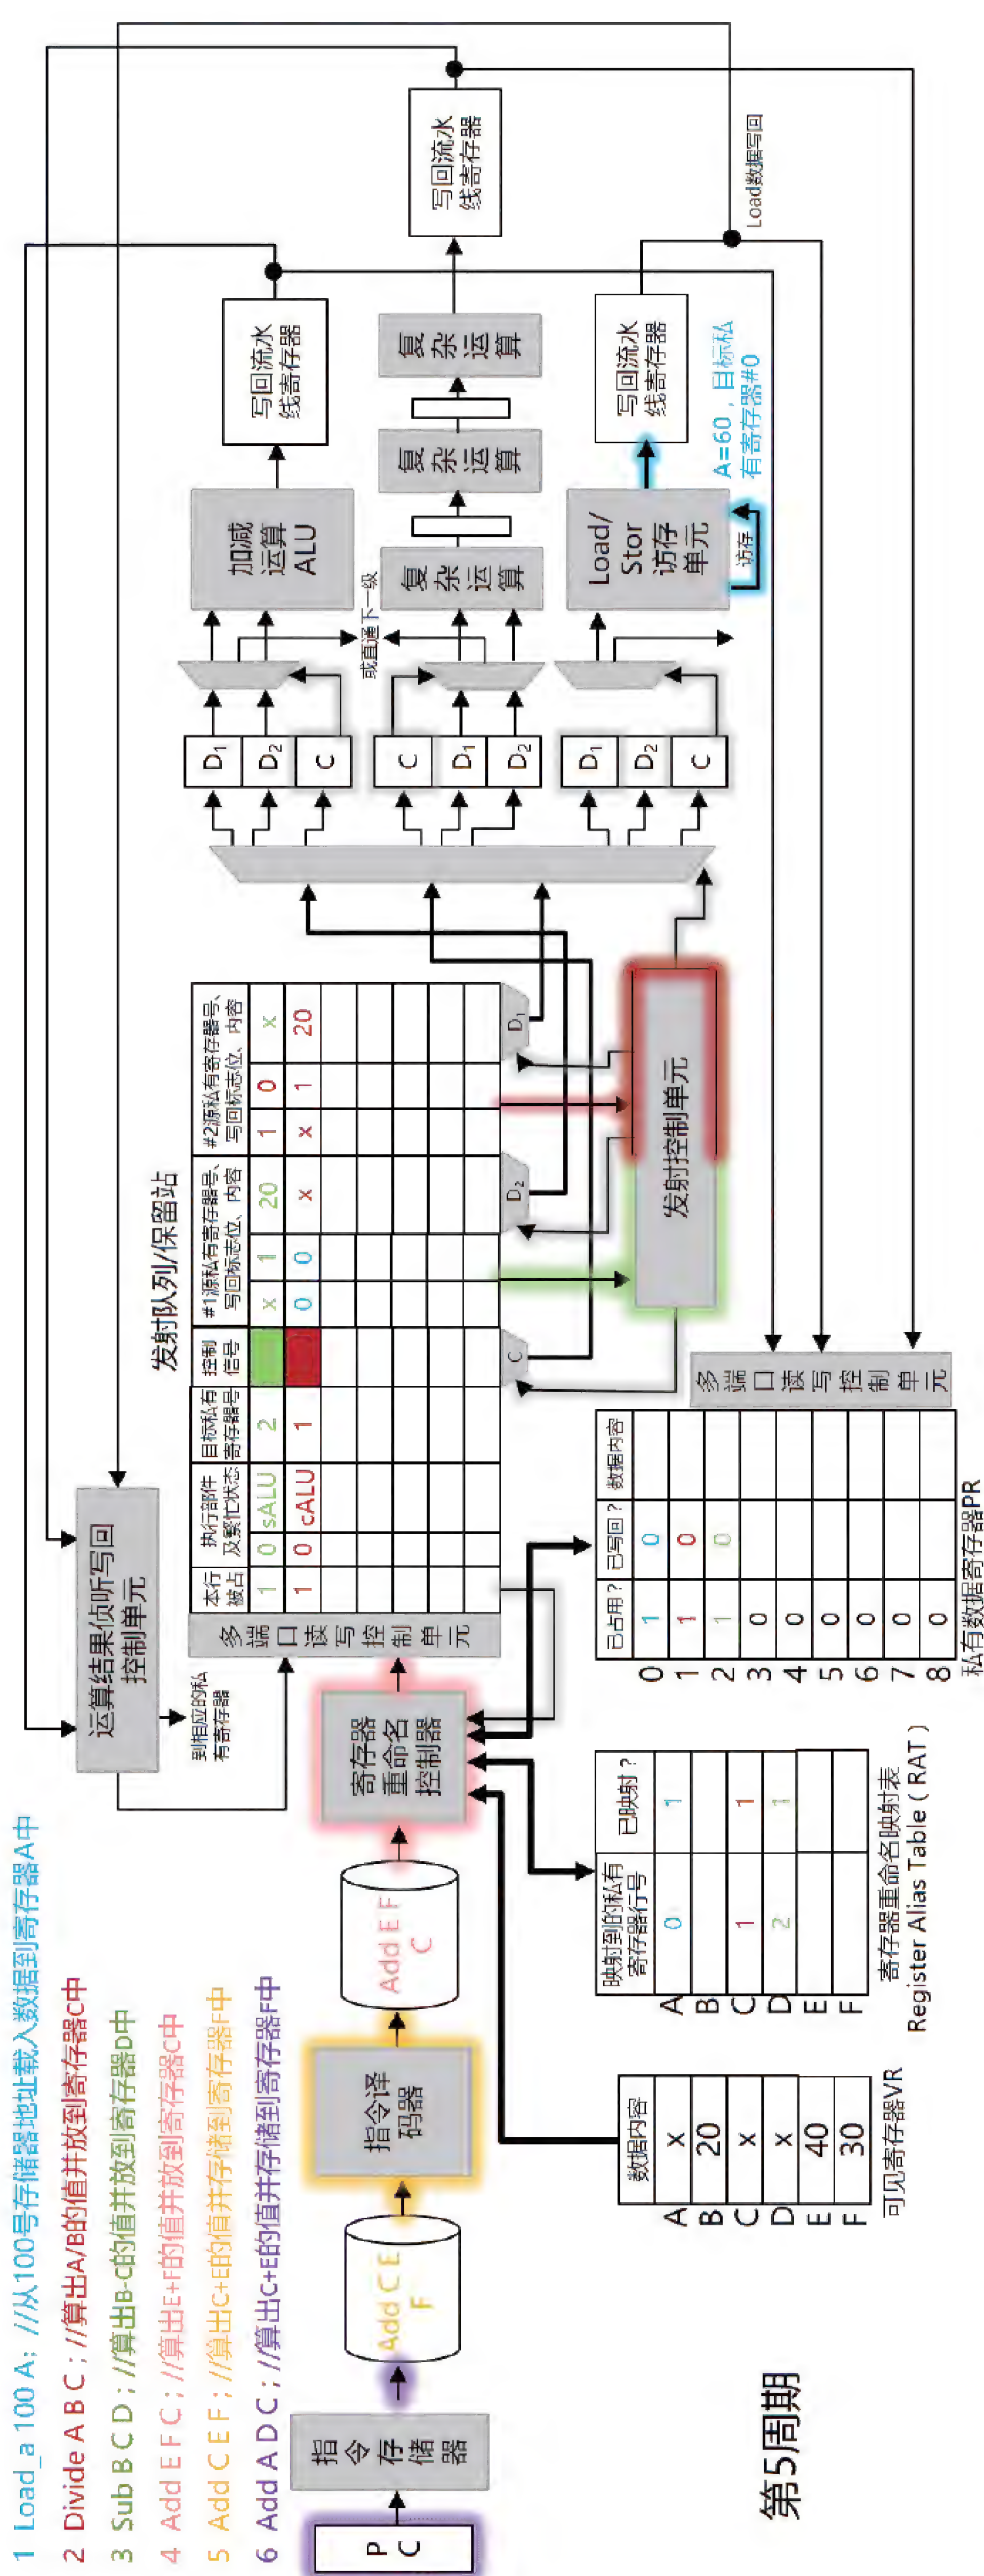

图4-53 第5周期执行过程
**第5周期：**如图4-53所示。在本周期的边沿，紫色指令被取指，黄色指令被译码，粉色指令被寄存器重命名并读操作数，可以发现，寄存器E和F属于源操作数，不需要被重命名，之前也没有任何其他指令将E或者F重命名到其他寄存器，所以E和F寄存器会被视为“已写回”状态，也就是数据已经准备好。同时，粉色指令使用了寄存器C当作目标寄存器，与棕色指令发生了WAW伪相关，与绿色指令发生了WAR伪相关，所以寄存器重命名单元一看之前有人重命名过C，而且结果尚未写回，现在又有人要用C来作为目标存储位置，所以判断其属于WAW伪相关，从而再次将可见寄存器C映射到私有寄存器#1。而C之前的映射位置#1依然有效，只不过仅仅变为了棕色指令结果的暂存地，从现在开始，后续指令看到的寄存器C实际上是私有寄存器#3了。请注意，上述对粉色指令的重命名结果会体现在下一个周期的寄存器内。在这个周期内绿色与棕色指令同时接受调度，但是由于它们俩的操作数都没有完全准备好，绿色指令与棕色指令在寄存器C上发生了RAW数据真相关，所以调度员依然无事可做，所有执行单元全部闲置，但是没有办法。同时，在本周期内，与慢速的访存路径打交道的LSU成功地将蓝色指令的结果读出并输送到结果写回寄存器，但是还没有被锁入。